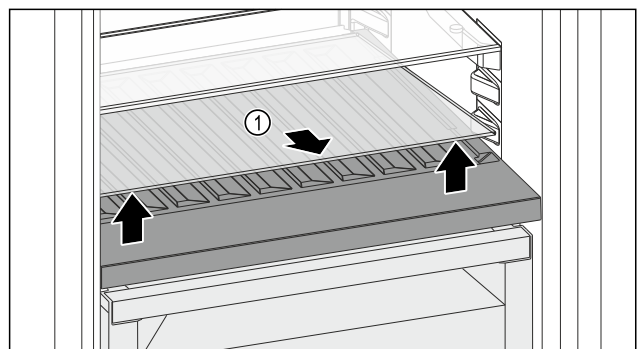

Fig. 120
- Skleněnou desku Fig. 120 (1) zvedněte za vybrání vpředu a vyjměte ji.
- Skleněnou desku Fig. 120 (1) uložte bezpečně mimo spotřebič.